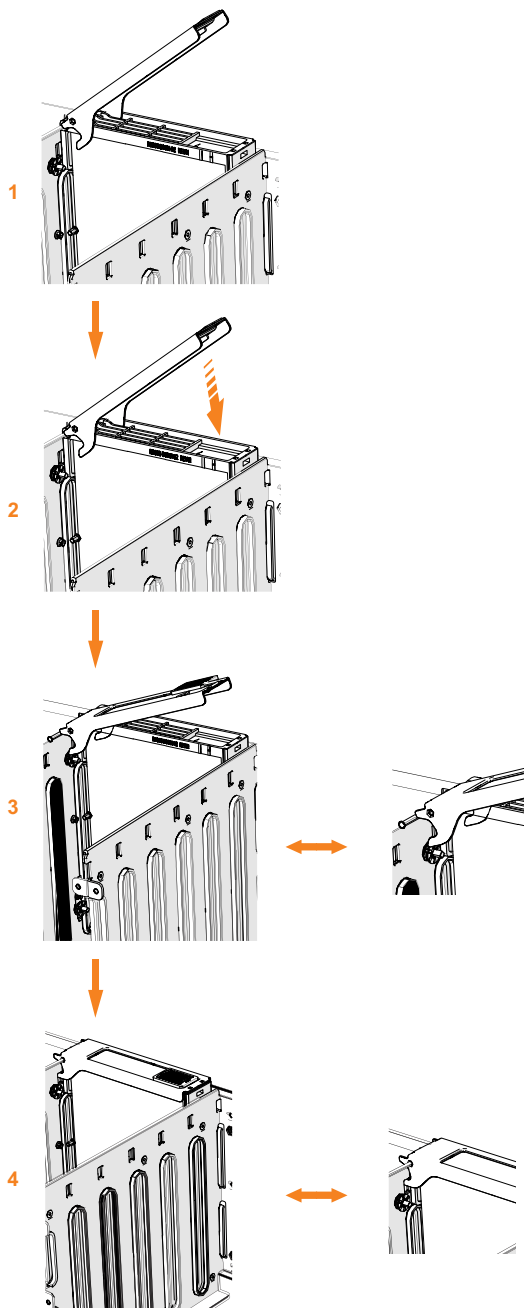

図 85. ドライブの交換
6. ドライブ・アセンブリーのドライブ・ハンドル ( 97 ページの図 85 の **1** ) が開いた (ロック解除) 位置にあることを確認します。
8. ドライブが停止し、ラッチの底面が区画の上部の位置に合うまでそっと押し下げます。開いたハンドルの角度がドライブ・キャリアから 45 度を超えないようにしてください。 ( 97 ページの図 85 の **2** )。
9. ハンドルを下に回転させて、ドライブ・アセンブリーをシャーシにロックします (図 85 の **3**)。
11. ラッチ上部の先端も完全にかみ合っていることを確認します ( 97 ページの図 85 の **4** )。